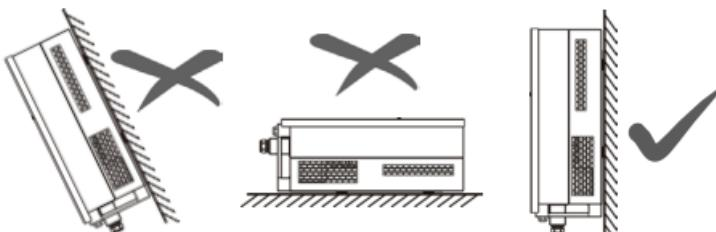

Рисунок 13
- ❖ Инвертор допускается устанавливать только в вертикальном положении, при этом угол наклона не должен превышать 15°(рисунок 13).